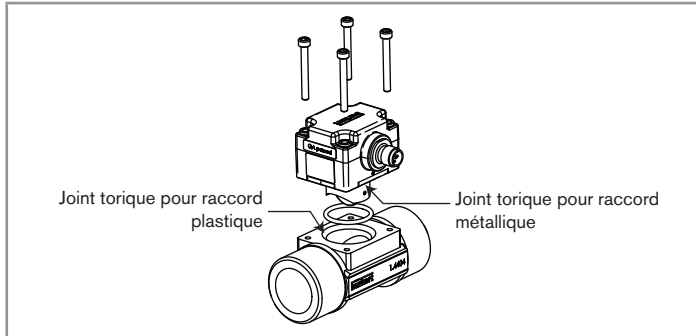

Fig. 12 : Vue éclatée du 8011
- Insérer le nouveau joint torique (voir Fig. 12).